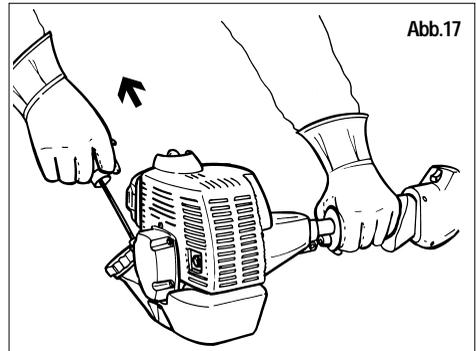

Abb.17
- 7) Starten Sie den Motor wie im Freischneider-Handbuch beschrieben (Abb. 17).